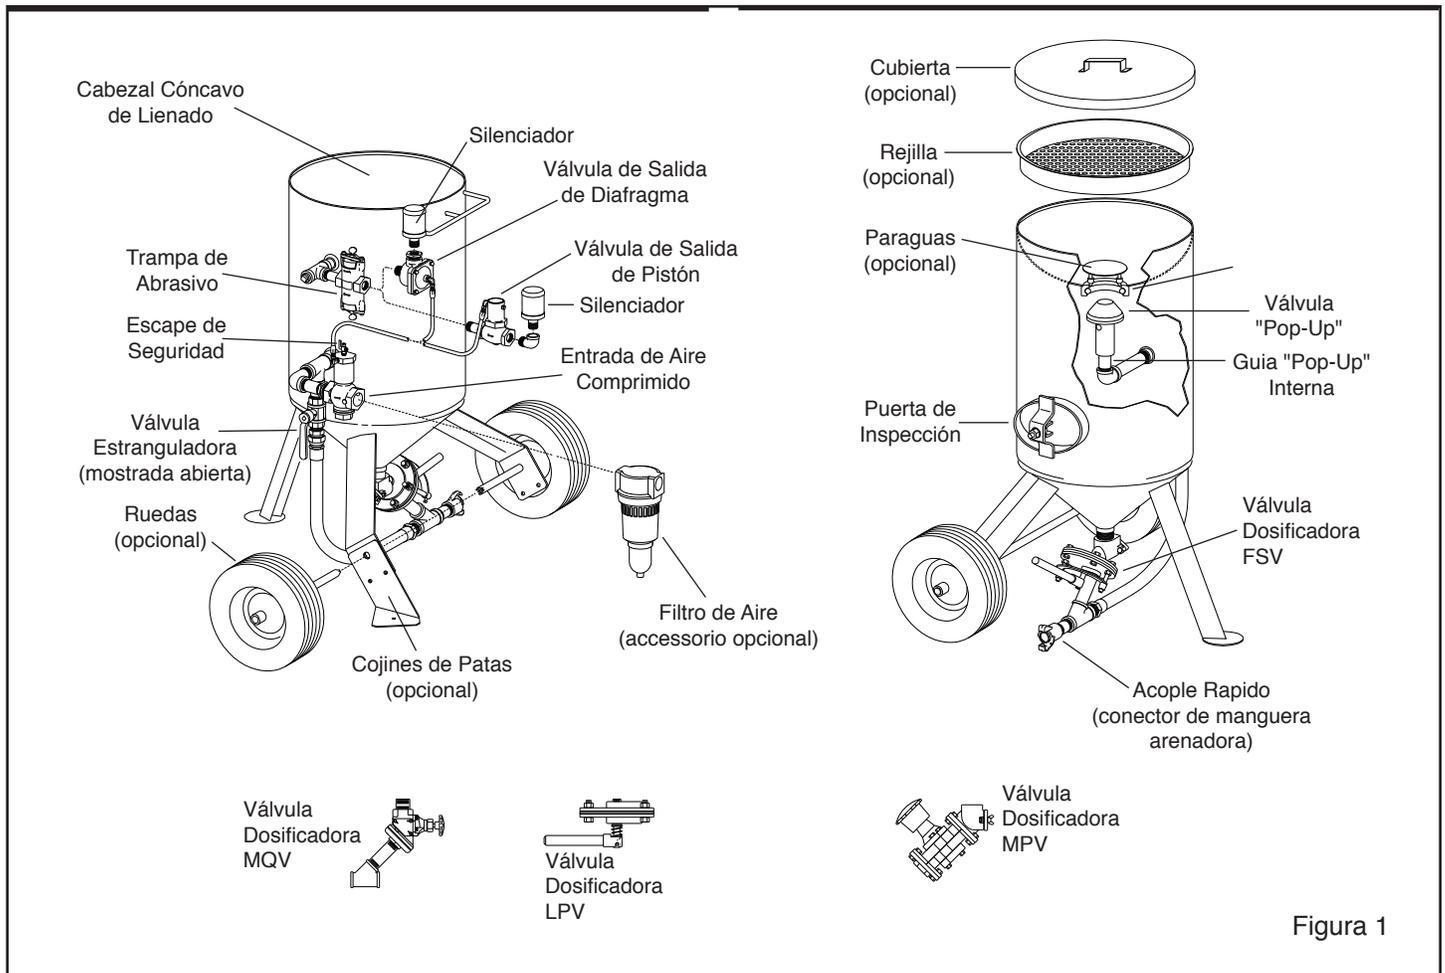

Figura 1
1.4.1.1 Los principales componentes de la máquina de chorreado y el sistema de control remoto se muestran en la Figura 1. Componentes adicionales del Sistema Remoto ACS, se muestran en la Figura 9.
Clemco suministra un silenciador de escape con todas las máquinas de chorreado de 2 o más pies cúbicos de capacidad. El silenciador reduce el ruido del escape y evita que salga abrasivo vertical u horizontalmente al aire. Cuando la máquina de chorreado es despresurizada, el cuerpo silenciador se activa para dispersar el aire y el abrasivo. Cuando la máquina está totalmente despresurizada, el cuerpo silenciador cae, permitiendo que salga el abrasivo atrapado. Para que el silenciador funcione debidamente, debe ser instalado con el cuerpo hacia arriba, como se muestra en la Figura 1. Si una aplicación requiere que se elimine el silenciador, la tubería de escape debe ser dirigida en una dirección que asegure que ninguna persona sea expuesta al aire y abrasivos a alta velocidad y que salen cuando la máquina de chorreado es despresurizada.